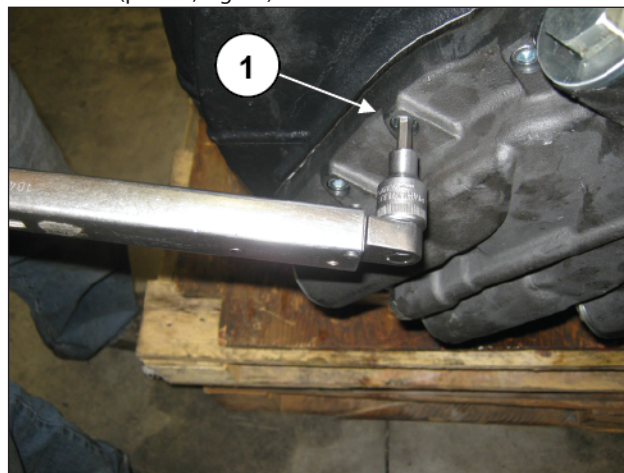
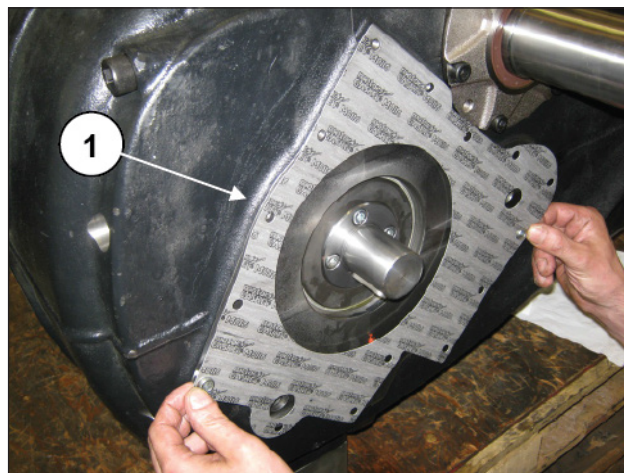

Fig. 21
Fig. 22
Smontare il corpo pompa olio svitando le relative viti (pos. ①, Fig. 21). Sfilare la guarnizione piana e sostituirla qualora fosse necessario (pos. ①, Fig. 22).